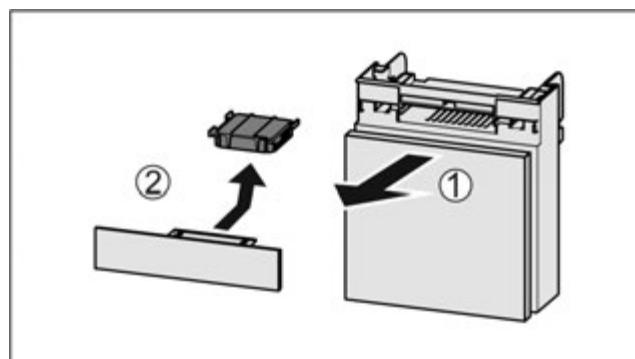

Fig. 99
- Потягніть Fig. 99 (1) відділення вперед.
- Витягнути Fig. 99 (2) фільтр з активованого вугілля.